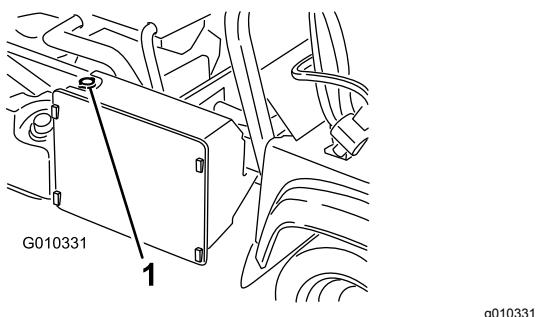

图52
3. 拆下散热器盖 图52。
4. 卸下备用储液箱盖 图52。
7. 完成向散热器加注然后安装盖子 图52。